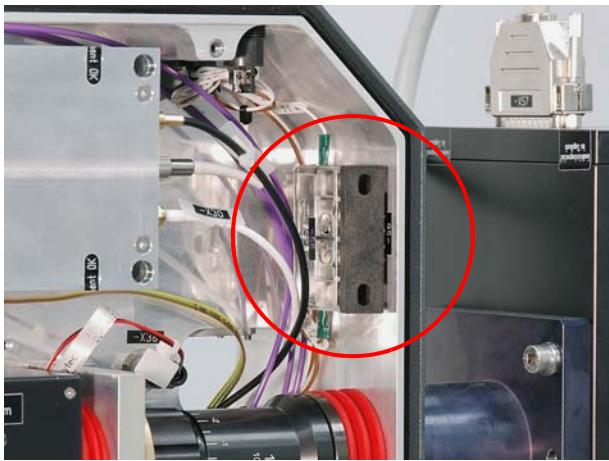

Abbildung 7.46 Interlockschalter überbrückt
8. Interlockschalter (Abbildung 7.46) brücken.